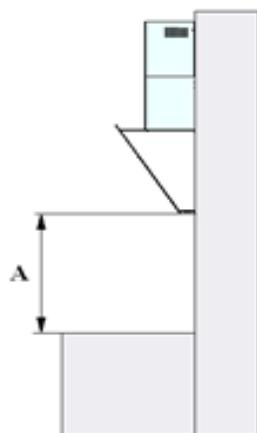

Рис. 3
3. Приложите корпус вытяжки к стене, сохраняя минимальное расстояние А (**60 см** для электрических и **65 см** для газовых плит) между нижним краем вытяжки и поверхностью для приготовления пищи на плите (рис. 3).